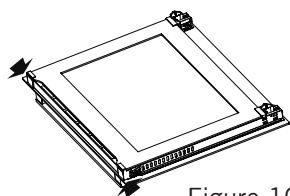
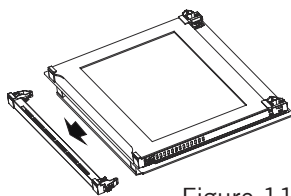
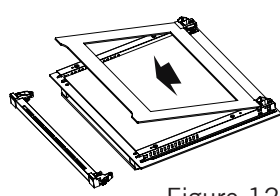

Figure 10
Figure 11
Figure 12
1. Appuyez sur les loquets en plastique sur les côtés gauche et droit, comme indiqué sur la figure 10, puis soulevez le profilé en le tirant vers vous, comme indiqué sur la figure 11. Le verre se libère une fois le profilé retiré, comme indiqué sur la figure 12. Tirez le verre qui s'est libéré vers vous avec précaution. Si nécessaire, le verre central peut être retiré de la même manière. La vitre extérieure est fixée sur le profil de porte du four. Vous pouvez facilement nettoyer les verres après les avoir séparés. Une fois le nettoyage et l'entretien terminés, vous pouvez remplacer les verres et le profilé en effectuant la procédure de retrait dans le sens inverse. Assurez-vous que le verre est inséré dans le bon sens et que le profilé est correctement positionné.